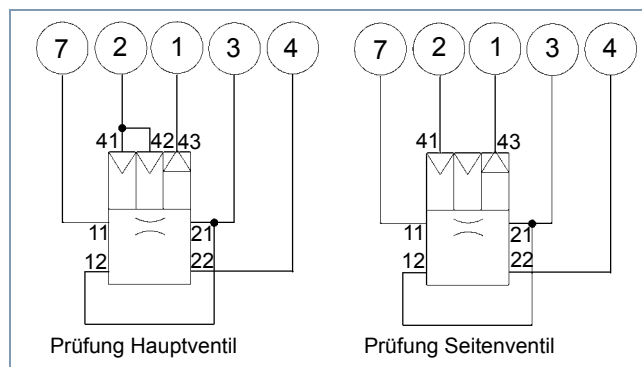

Abb. 2 Anschlussschemata für den Prüfstand 435 197 000 0
- Gerät an Prüfstandanschlüsse (siehe Abb. 2) oder nach Prüfschema anschließen.